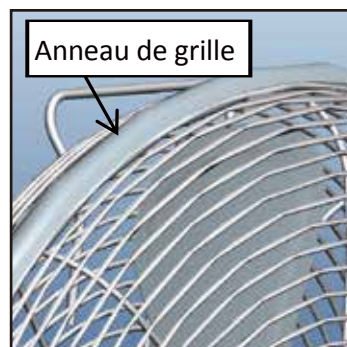

Figure 6.
7. Glissez l'**Anneau de la grille** au-dessus des deux **Grilles avant et arrière**, en tournant l'anneau de sorte que la Vis qui le fixe, soit en bas. **Figure 6.**